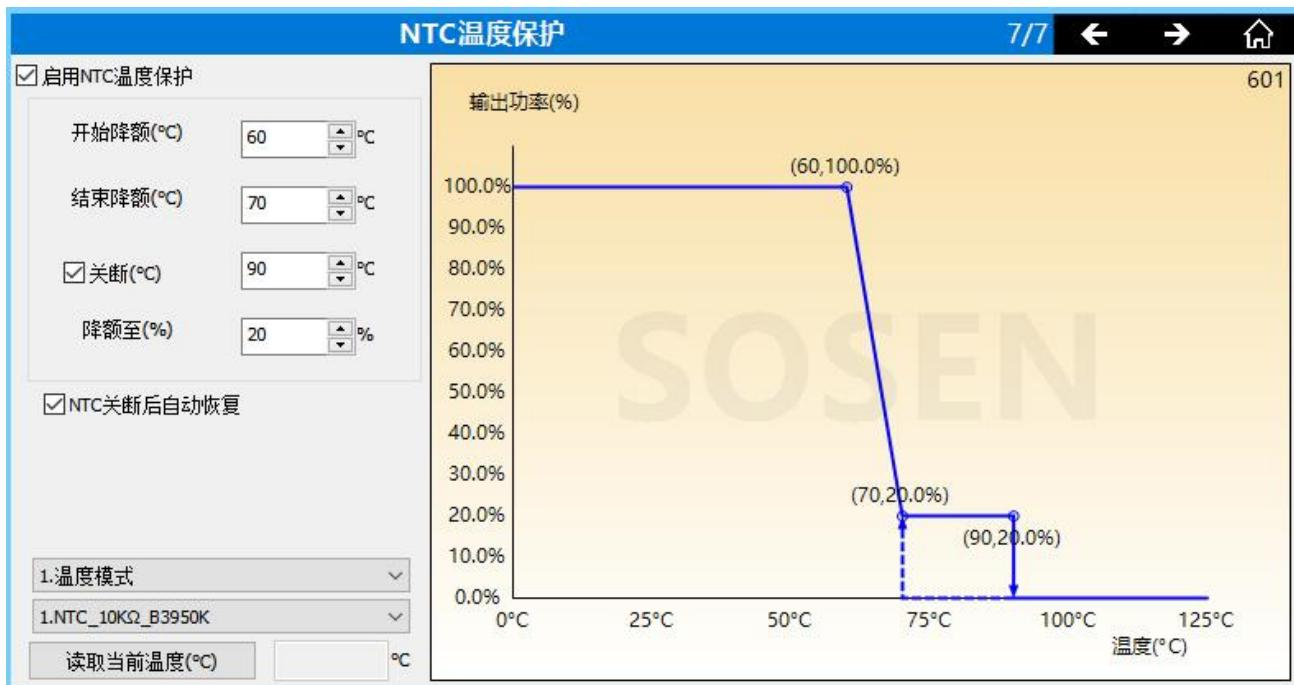
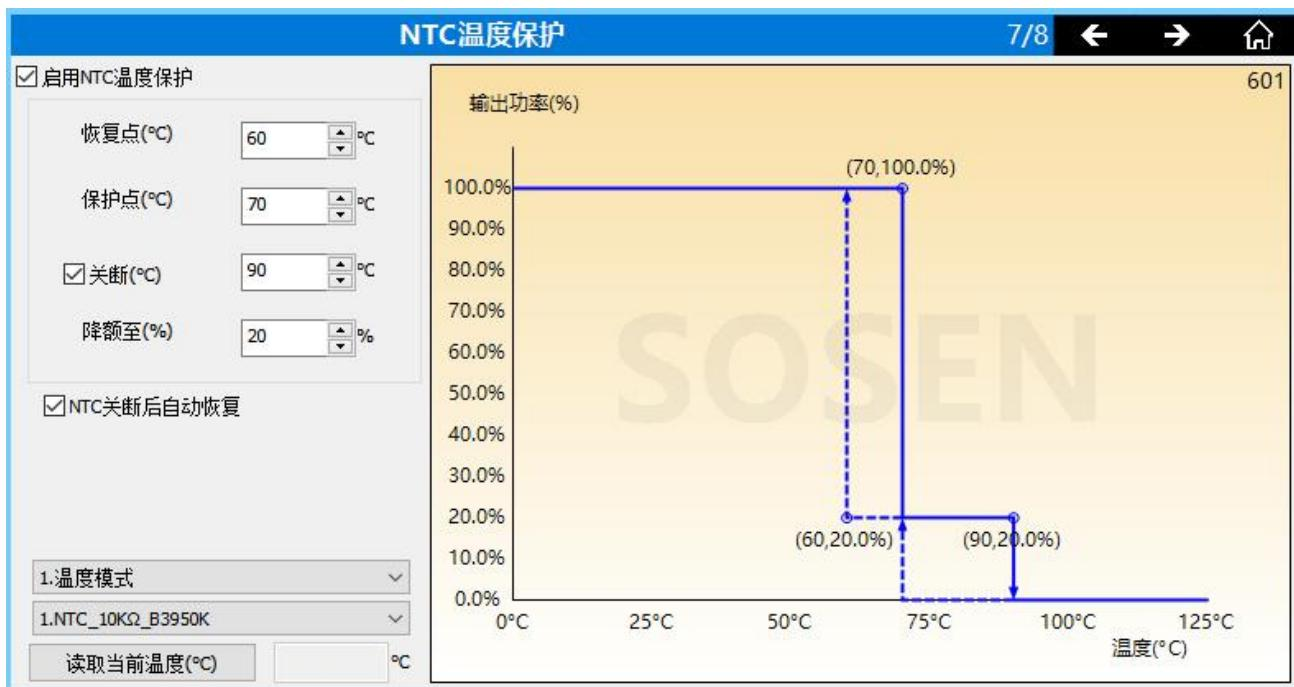

图 2
图 3
b. 三合一机型所支持的 NTC 功能，如图 2 和图 3 所示的功能界面。此类机型支持 2 种 NTC 功能逻辑，可以通过“机型特征参数”界面进行选择。支持此功能的机型如 1200NP-M430BHN。
c. 运行逻辑 1:根据“机型特征参数”界面-“NTC 运行逻辑”选项，选择“运行逻辑 1”，按图 2 所示参数设定，如蓝线所示，当温度低于 60°C 时，输出功率为 100%；当温度大于 60°C
d. 运行逻辑 2:根据“机型特征参数”界面-“NTC 运行逻辑”选项，选择“运行逻辑 2”，按图 3 所示参数设定，如蓝线所示，当温度低于 70°C 时，输出功率为 100%；当温度达到或大于 70°C 时，将触发一次降额事件，输出功率将从当前实际等级降额 5%，如当前输出功率等级是 100%，那么输出等级将降额至 95%，经过 2 分钟的时间间隔，如果温度仍大于或等于 70°C，将再次触发一次降额事件，两次降额事件的时间间隔至少是 2 分钟。当发生多次降额事件后，输出等级最低将降至 20%，并保持在 20%；不论当前输出等级处于什么等级，当温度降至 60°C 时，输出等级将恢复至 100%。当温度大于或等于 90°C 时，将关断输出；NTC 关断后，当温度降至 70°C 时，恢复输出等级至 20%；可根据勾选项选择恢复输出或不恢复输出。另外，将关断温度设置成小于或等于结束降额的温度或取消勾选关断选项，将关闭关断功能，既不关断。